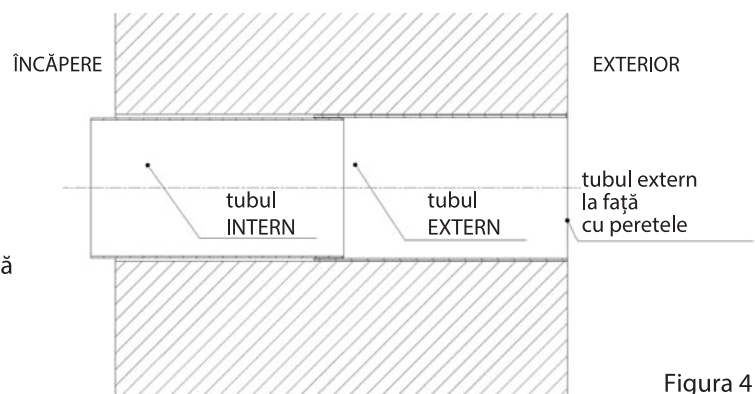

Figura 4
3. Introduceți tubul telescopic asigurându-vă că tubul cu diametru mai mare este la față cu peretele exterior (Figura 4).